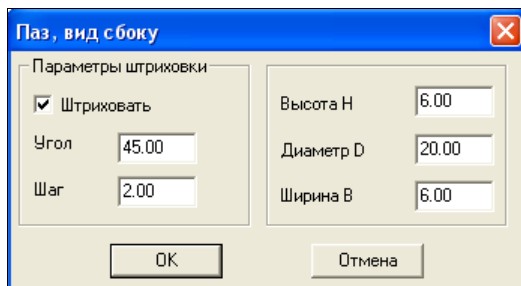

Рис. 26.41. Диалоговое окно Паз, вид сбоку
- ◆ из Строки меню вызовите команду **Библиотеки ► Прикладная библиотека ► Геометрические фигуры ► Паз, вид сбоку**. Система выведет на экран диалоговое окно **Паз, вид сбоку** (рис. 26.41). В этом окне: